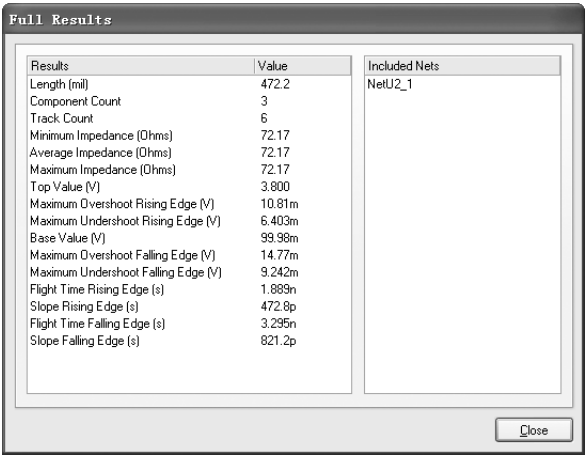

图 13-31 “Full Results”对话框
- Details (详细资料): 选择该命令, 系统将弹出如图 13-31 所示的“Full Results” (全部结果) 对话框, 显示在网络列表中所选的网络详细分析情况, 包括元件个数、导线条数, 以及根据所设定的分析